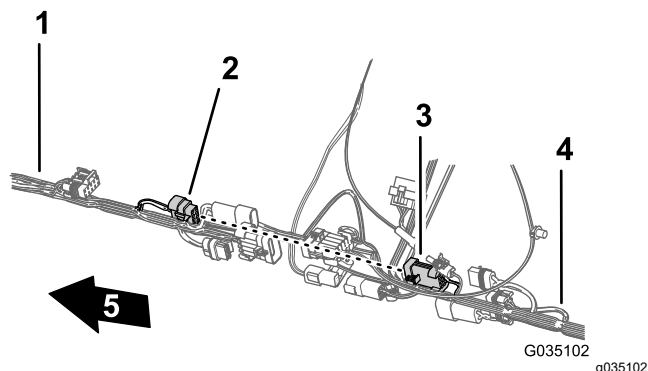

Figura 88
3. Conecte el conector de 8 pines de interconexión del arnés delantero al conector hembra de 8 vías del interruptor de caudal del arnés trasero (Figura 88).